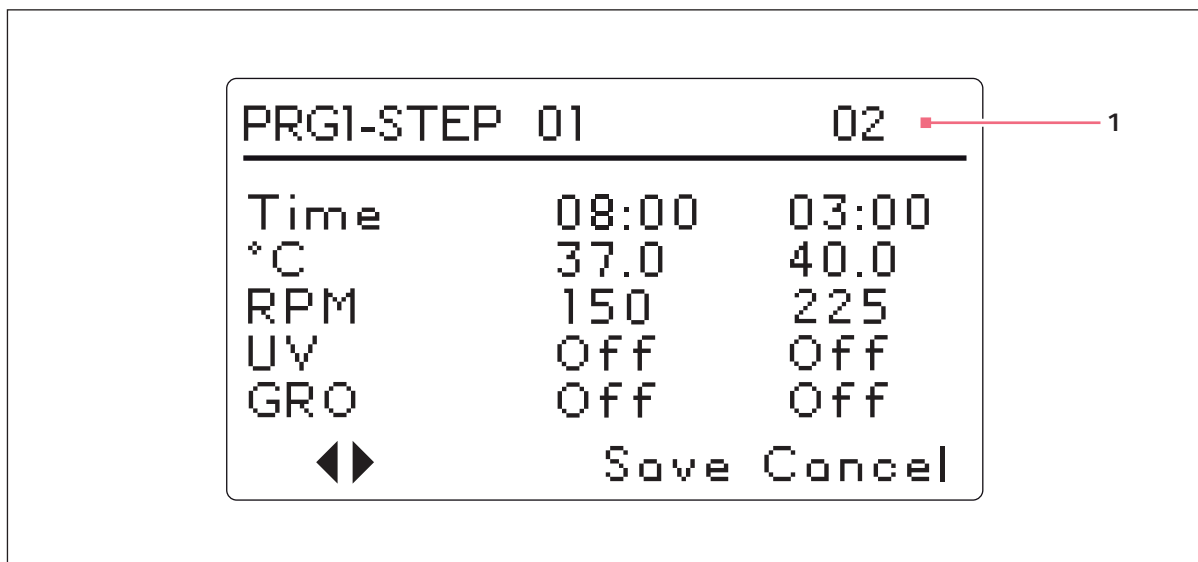

Fig. 5-13: Programme 1, étape 2
6. Pour régler la température désirée (°C de 4 à 80) pour la période que vous avez définie, tourner le bouton de commande (vers la gauche pour réduire, vers la droite pour augmenter). Lorsque la valeur désirée apparaît, cliquer sur le bouton de commande pour sauvegarder le réglage. Nous mettrons la température sur 37°C pour l'étape 1 (voir Fig. 5-13 à la page 59).
8. Tourner le bouton de commande pour sélectionner la vitesse d'agitation désirée (25 à 400 RPM) pour cette période de temps, puis cliquer sur le bouton de commande pour sauvegarder le réglage. Nous mettrons la vitesse de l'étape 1 sur 150 RPM (voir Fig. 5-13 à la page 59).
9. Pour programmer l'étape 2 (voir Fig. 5-13 à la page 59): utiliser le bouton de commande pour sélectionner les flèches en bas à gauche de l'écran. Appuyer sur le bouton de commande pour que les flèches clignotent, puis tourner le bouton de commande vers la droite jusqu'à ce que l'étape 2 apparaisse. Appuyer sur le bouton de commande pour travailler sur cet écran et répéter les étapes 3-10.